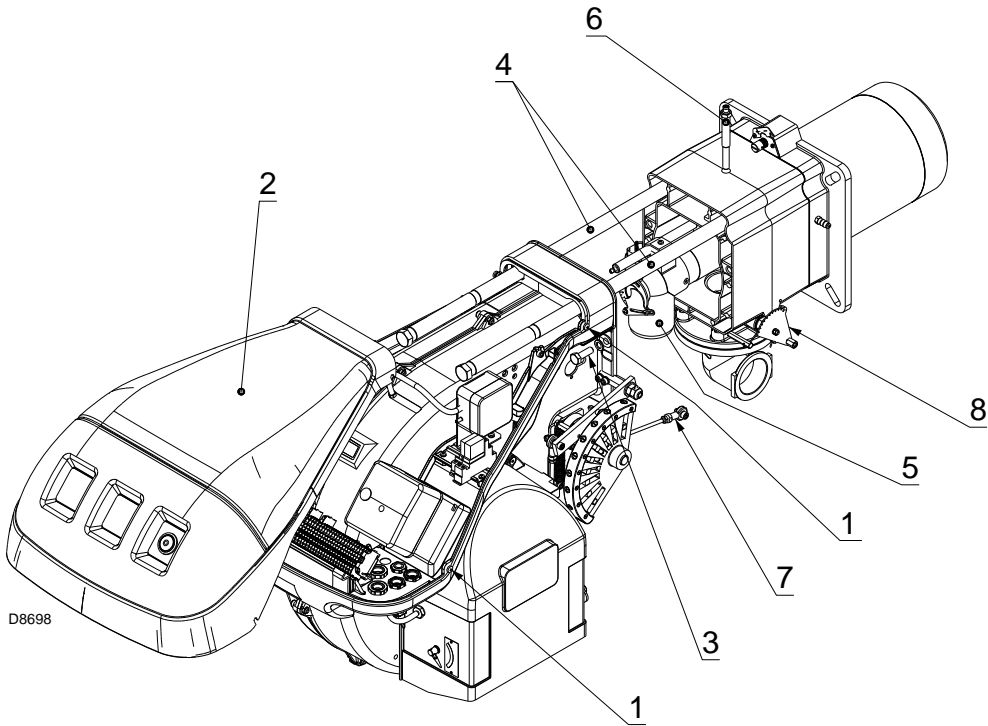

图 39
检查确认点火阶段的燃气出气孔（在燃烧头的燃气分配管处）清洁无污物及锈迹。如有疑问，需拆下弯头 5) (图 39)。
- 拆下螺栓 1)，同时取下保护盖 2)(图 39)。
- 重新拧紧螺丝 3)(图 39)，将探针和电极电缆轻轻拉紧。